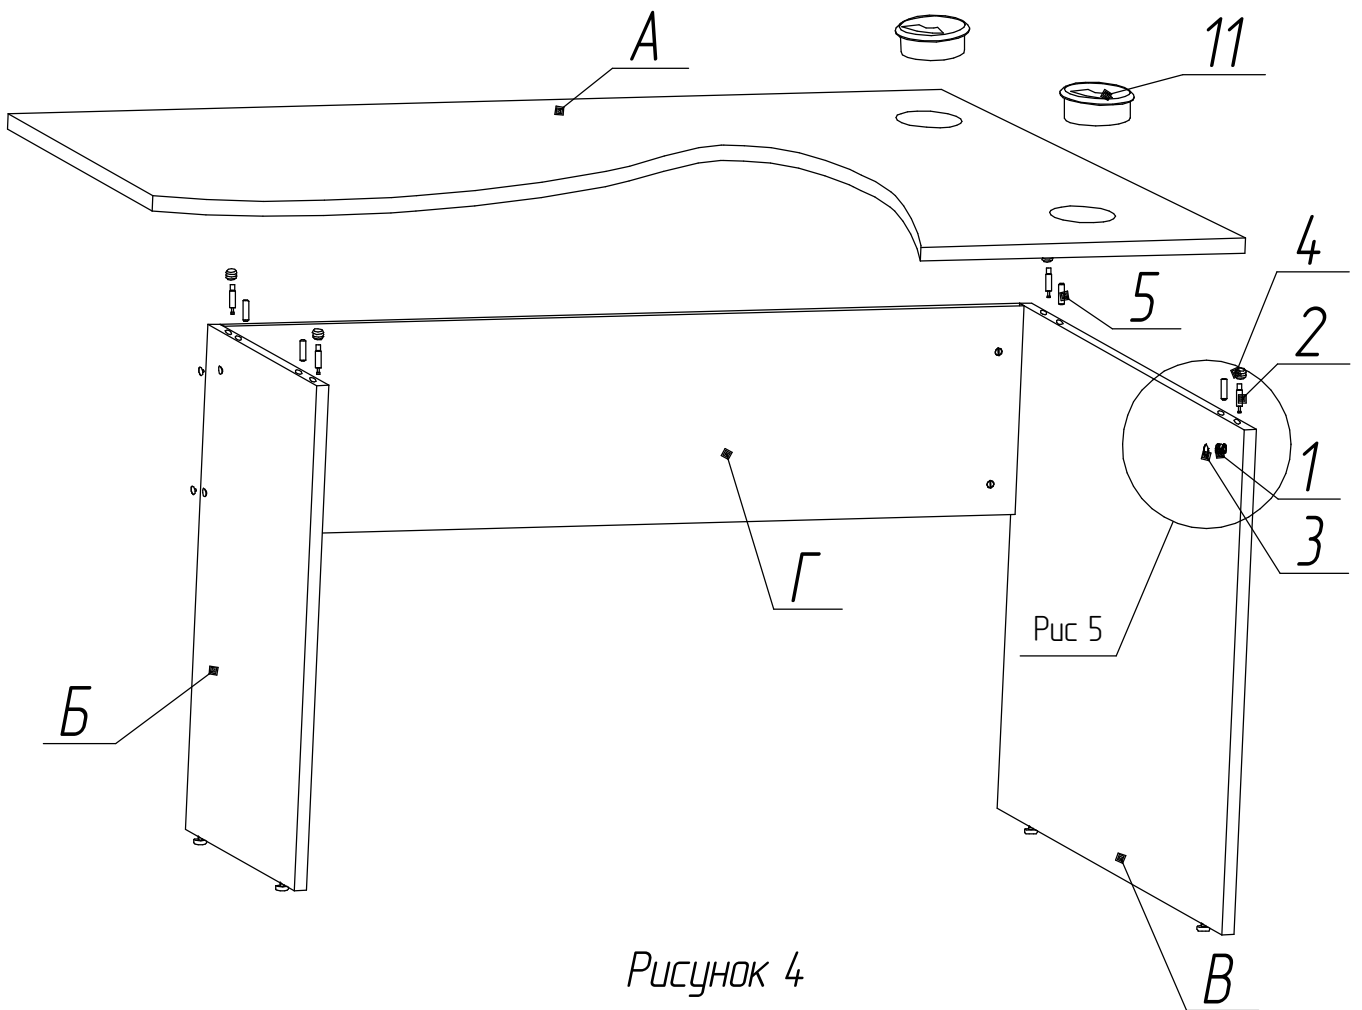

Рисунок 4
4. В крышку стола поз. А в отверстия диаметров 10 мм забить втулки пластиковые поз. 4, в забитые втулки вкрутить винты эксцентриковые поз. 2. (Рисунок 4 и 5).